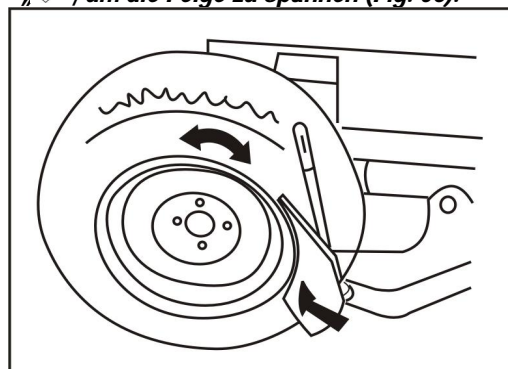

Fig.05
- Halten Sie den Reifen zwischen Abdrückerschuh und Gummischutz der Maschine und platzieren Sie den Abdrücker max. 1cm von der Felgenkante entfernt (Fig. 05). Treten Sie das Pedal "⊞", um den Reifen abzudrücken.